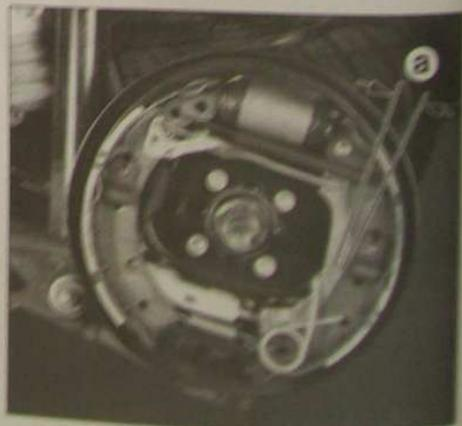

FIG. 12
- Mesurer en "a" à l'aide d'un jeu de cales le décalage du levier par rapport à sa butée (Fig. 12).